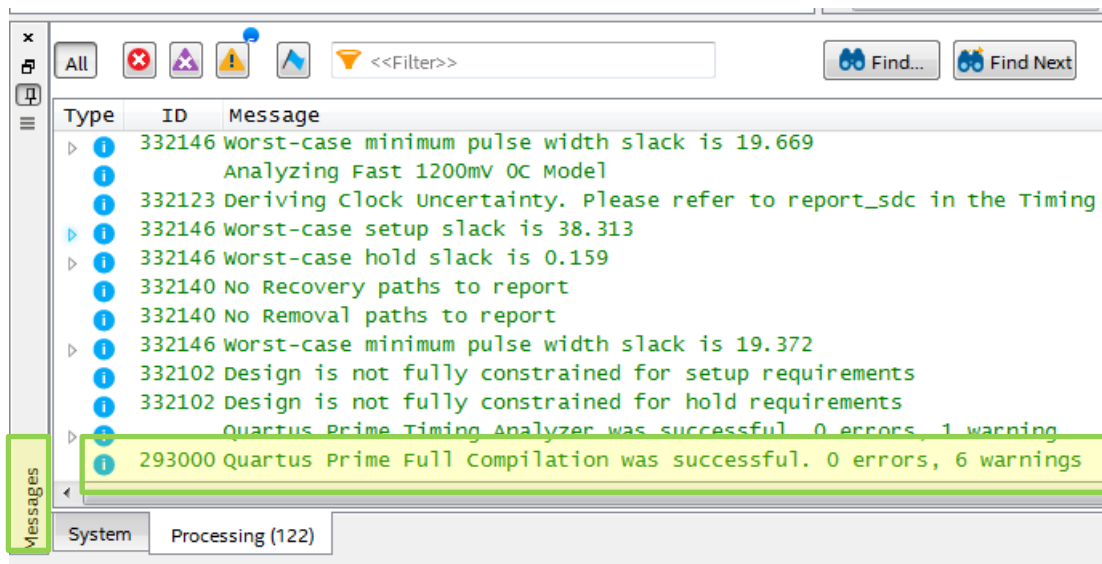

Рис. 37 Окно **Message** с сообщением о выполнении успешной полной компиляции
8.2. В случае успешной компиляции в окне **Message** появится информация об ее успешном окончании (рис. 37). В противном случае появятся сообщения об ошибках и предупреждения, которые необходимо устранить.